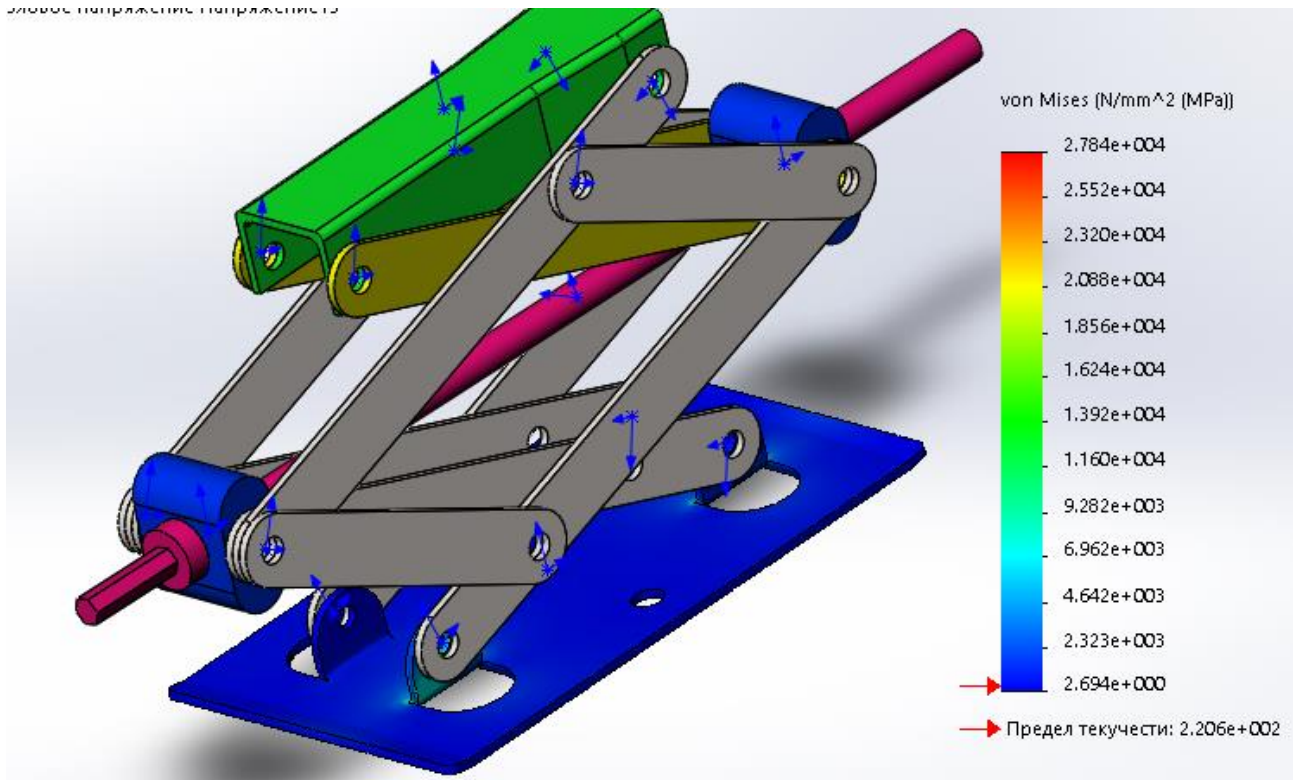

Рис.13. Епюра напружень
**УВАГА!!!!** З рис. 13 виходить, що навантаження передається тільки на половину вух основи, до котрих кріпляться ланки механізму. Дане явище пояснюється тим, що під час виконання збірки було застосоване зеркальне відображення елементів (див. рис. 3), з точки зору силового аналізу такий підхід не правильний і призводить до неправильних результатів. З іншої сторони причиною хибного аналізу можуть бути **НАДЛИШКОВІ ОБМЕЖЕННЯ**, котрі детально будуть розглянуті в наступній роботі.